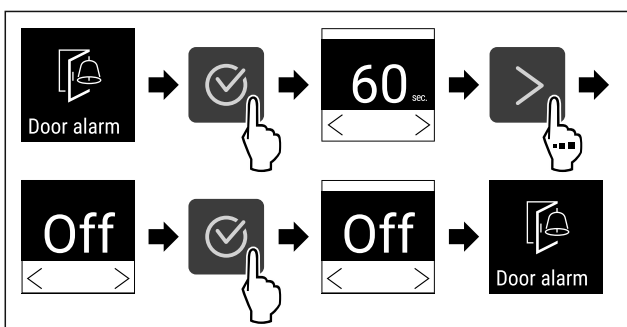

Fig. 106
- ▶ Efectuați pașii de acțiune (vezi Fig. 106) .